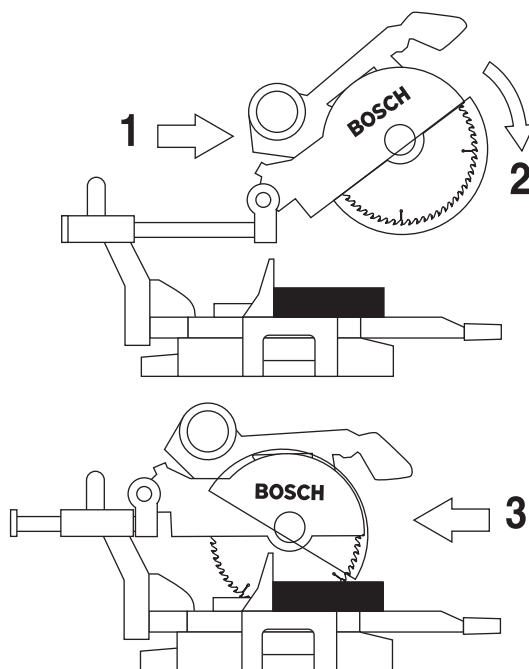

Figure 27. Coupe par glissement
3. Saisissez la poignée de l'interrupteur et tirez la tête en sens opposé au guide, jusqu'à ce que la lame dégage l'ouvrage ou jusqu'à son prolongement maximum si la lame ne peut dégager l'ouvrage (Figure 27).